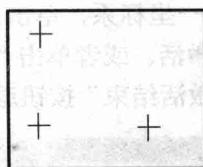

图 1-8 三点创建坐标系图
① 选择菜单“工具”→“坐标系”→“创建坐标系”命令，在左侧立即菜单上选择“三点”方式。
② 给出坐标原点、 x 轴正方向上一点和 y 轴正方向上一点，确定 xOy 面如图 1-8 所示。
③ 弹出输入框，在此输入坐标系名称，按回车键确定。
(3) 两相交直线方式：拾取一条直线作为 x 轴，给出正方向，再拾取另外一条直线作为 y 轴，给出正方向，生成新的坐标系。